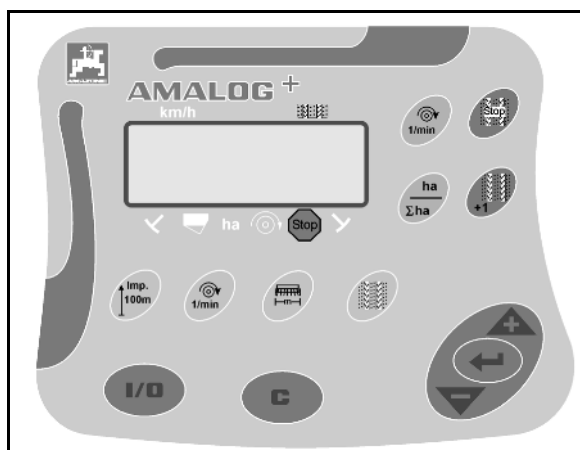

Fig. 48
- une possibilité d'écartement verticale par le tirant supérieur (Fig. 48/3) qui se plie contre la force du ressort.
- une possibilité d'écartement horizontale par les tirants inférieurs (Fig. 48/4) en acier à ressorts.